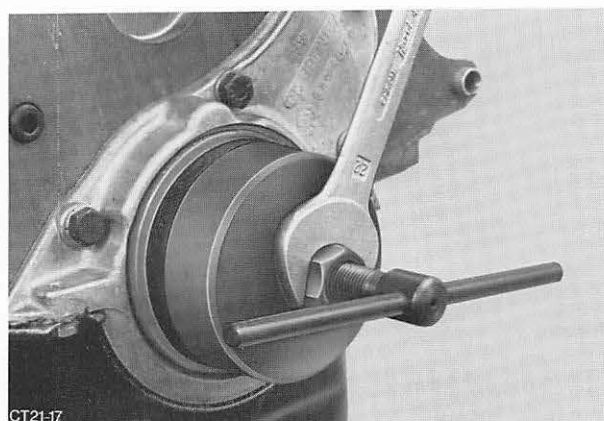

Abb. 301a Radialdichtring mit Spezialwerkzeug 21-010 ausbauen
4. Ausbau des Radialdichtringes mit Spezialwerkzeug 21-010 wie unter Arbeits-Pos.-Nr. 21 468 4 Punkt 3 beschrieben, Abb. 301a.